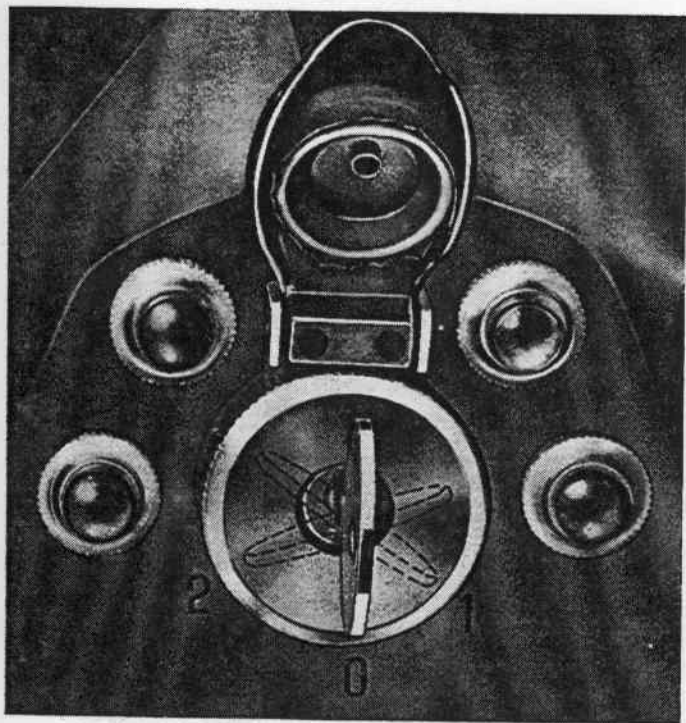

Fig. 7
(vedere fig. 7)
Il motociclo con chiave in posizione «2» sul commutatore generale (vedere fig. 7) è pronto per l'avviamento.
- la chiave sul commutatore generale sia in posizione « 2 » (vedere fig. 7);
Chiudere il gas, portare la leva del cambio in posizione di folle, ed a veicolo fermo, portare la chiave d'accensione in posizione « 0 » c': fig. 7, indi estrarla.